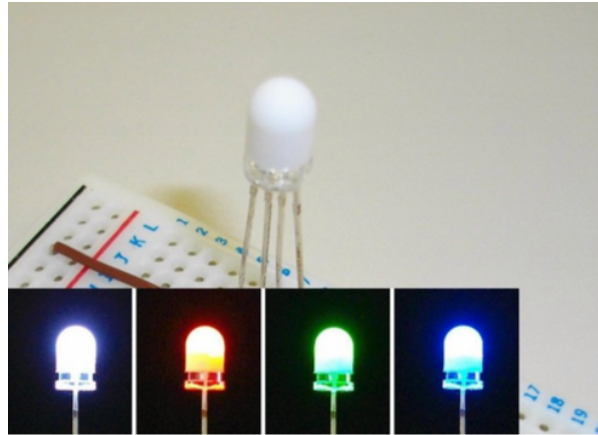

図 1: LED ダイオード
1.1 図 1 の電子部品（フルカラー LED OSTA5131A）を次のような点から調べなさい。